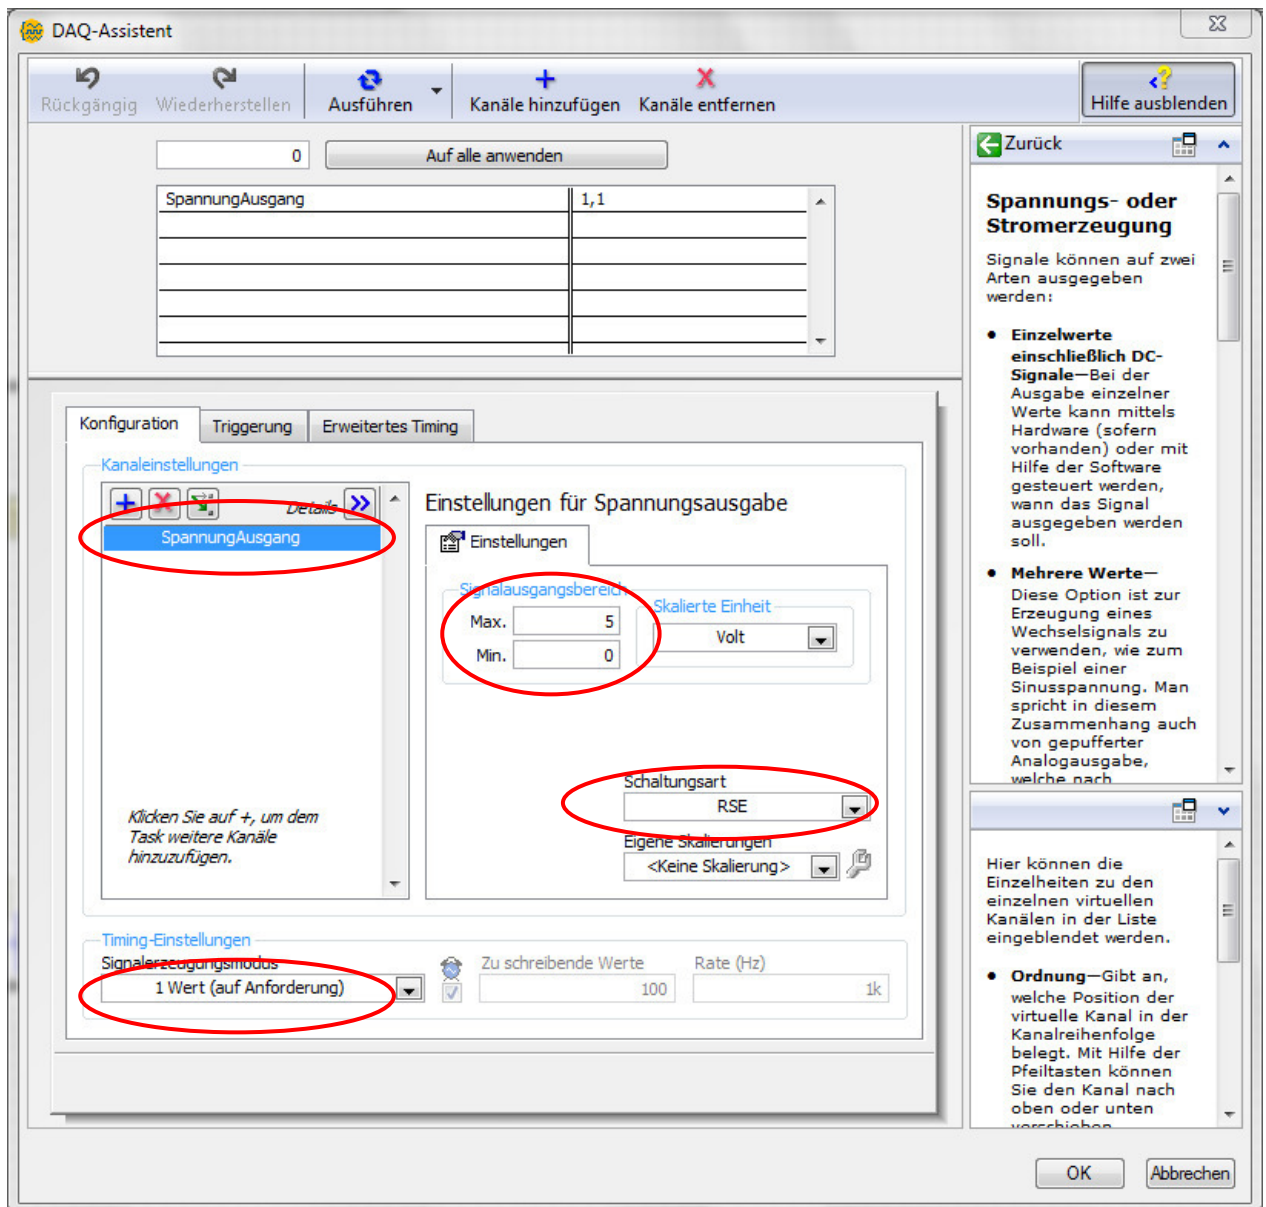

Abb.4.5: Die Konfiguration des analogen Spannungsausgangs ao0
- Nach dem Klick auf „**Beenden**“ erscheint das eigentliche **Konfigurationsfenster** für diesen analogen Spannungsausgang, **Abb.4.5**: